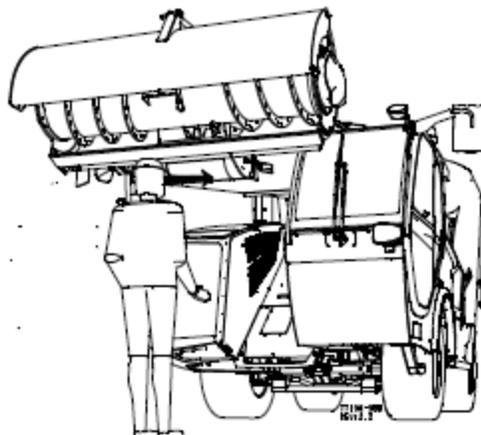

Figure 72 — Position du bras de chargement pendant le contrôle de la tension du tapis
1. Levez le bras de chargement de façon à voir l'intérieur du convoyeur quand vous vous tenez face à la machine (Figure 72).